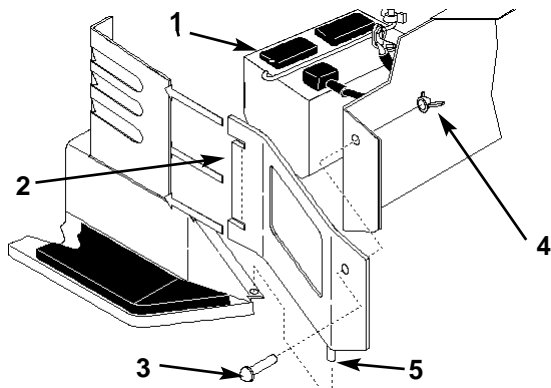

Figure 37
7. Montate la batteria nello chassis (Fig. 37).
11. Montate le fiancate inserendo le lunette nel complessivo dello sterzo, ed inserite la spina nella flangia del poggiatesta. Fissate con le viti e i galletti (Fig. 37).